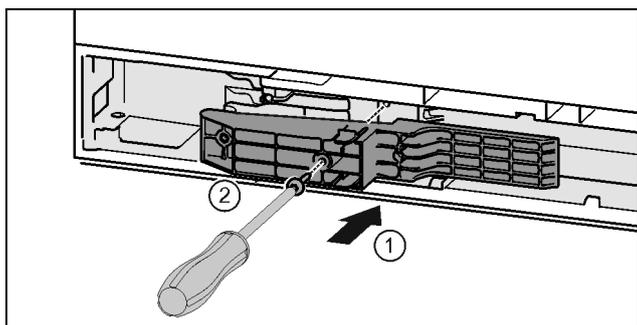

Fig. 37 *
- ▶ Placer l'adaptateur côté poignée dans l'évidement. Fig. 37 (1)*
- ▶ Serrer les vis au moyen d'un tournevis T15. Fig. 37 (2)*